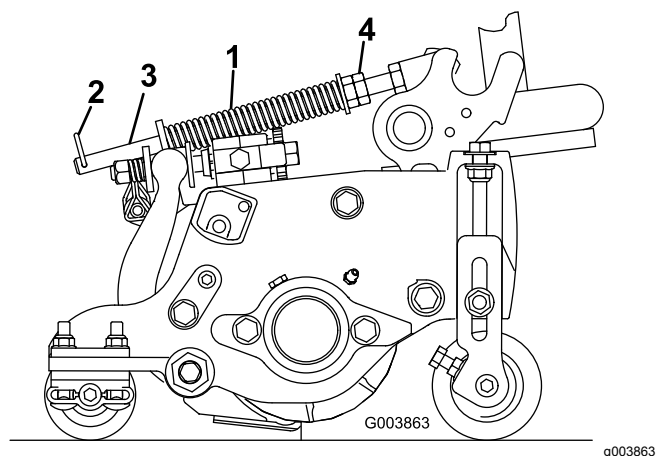

Рисунок 15
1. Убедитесь в том, что игольчатый шплинт вставлен в заднее отверстие штока пружины (Рисунок 15).
2. Затяните шестигранные гайки в передней части штока пружины так, чтобы длина сжатой пружины была равна 12,7 см на Reelmaster 5410 (с 5-дюймовыми режущими блоками), или 15,9 см на Reelmaster 5510 (с 7-дюймовыми режущими блоками); см. Рисунок 15.
Пружина компенсации состояния грунта (Рисунок 15) переносит вес с переднего на задний каток. Это препятствует образованию на грунте волнообразных неровностей (так называемых «волн» или «трясок»).